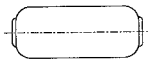

Fig. 3-4
- 3). Gently turn the guide rollers on both sides until the envelope becomes as shown in Fig. 3-4. At this time, the lower edge of the tape should be completely on the drum lead.
- 3). 両側のガイドローラーを少しずつ調整して、エンベロープを図3-4のような形状にする。このとき、テープの下エッジがシリンドラのリードに完全に乗っている状態になります。